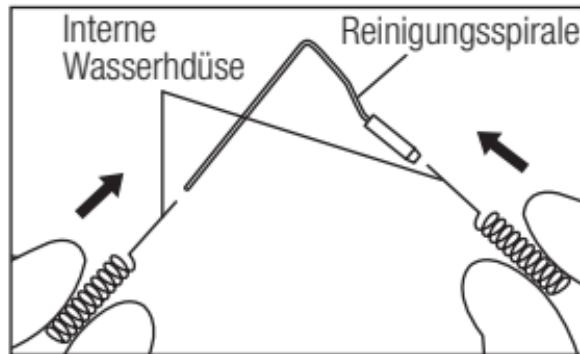

Abb. 13
- 1) Reinigen Sie das Innere der internen Sprühdüse und/oder externen Sprühdüse mit einem Reinigungsdrat. (Abb. 13,14)